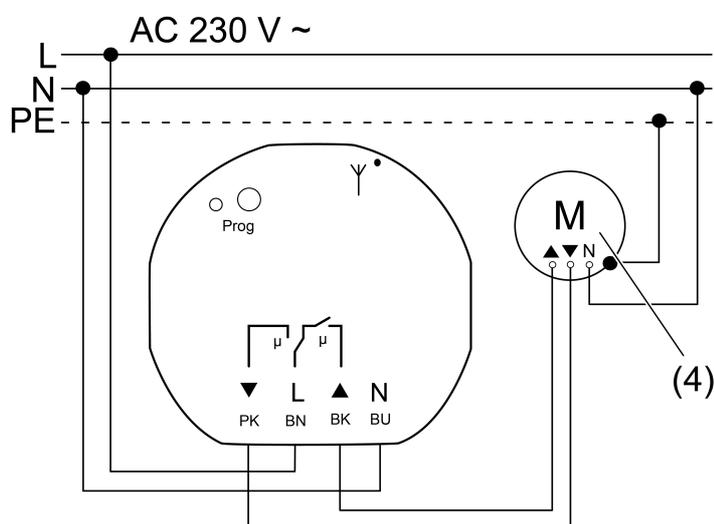

Figure 3: Schéma de raccordement
- Raccorder l'actionneur de store conformément au plan de raccordement (figure 3) avec les bornes de raccordement (voir Utilisation des bornes de raccordement) et le relier au moteur de store ou de volets roulants (4).